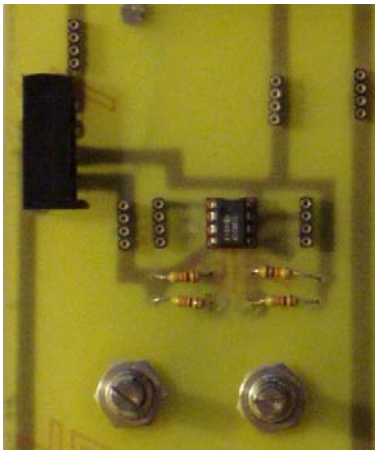

Fig. 1
- b. Due generatori di tensione continua variabile con precisione da -10V a +10V (fig. 1, è visibile anche il connettore per l'alimentazione: +5V, +12V, -12V, GND);